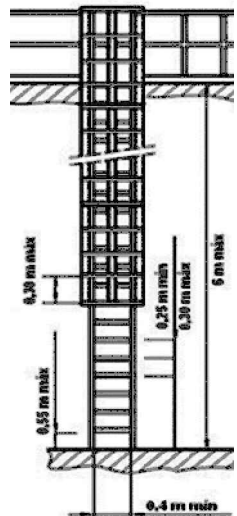

FIGURA 3 - ANEXO III - NR12
e) largura de 0,40m (quarenta centímetros) a 0,60m (sessenta centímetros), conforme Figura 3 do Anexo III;
g) altura máxima de 6,00 m (seis metros) entre duas plataformas de descanso, se for de múltiplos lances, construídas em lances consecutivos com eixos paralelos, distanciados no mínimo em 0,70 m (setenta centímetros), conforme Figura 3 do Anexo III;
h) espaçamento entre barras de 0,25 m (vinte e cinco centímetros) a 0,30 m (trinta centímetros), conforme Figura 3 do Anexo III;
i) espaçamento entre o piso da máquina ou da edificação e a primeira barra não superior a 0,55 m (cinquenta e cinco centímetros), conforme Figura 3 do Anexo III;
b) vãos entre grades protetoras de, no máximo, 0,30 m (trinta centímetros), conforme Figura 3 do Anexo III.